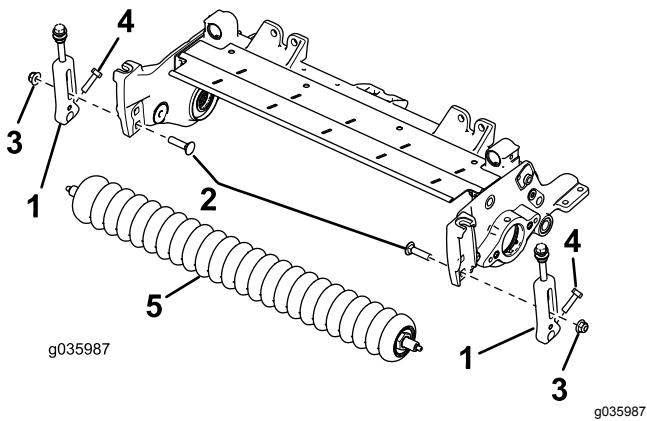

Figura 2
2. Retire los pernos de cuello cuadrado y las contratuerca que sujetan los soportes de ajuste de la altura de corte (ADC) a las chapas laterales de la unidad de corte (Figura 2).
3. Afloje los tornillos que sujetan los soportes de ajuste de la altura de corte al eje del rodillo delantero (Figura 2).
4. Retire los soportes de ajuste de la altura de corte y el rodillo delantero existentes de las chapas laterales de la unidad de corte (Figura 2).